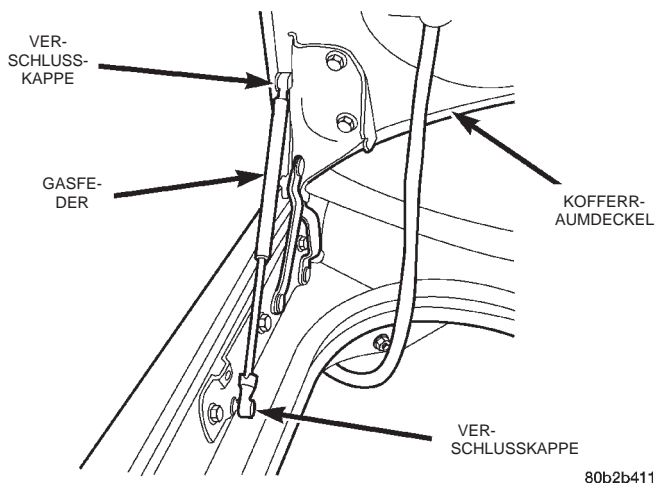

Abb. 18 Gasfeder/Kofferraumdeckel
- (1) Kofferraumdeckel öffnen.
- (2) Kofferraum mit einem geeigneten Hilfsmittel abstützen.
- (3) Die Verschlusskappen an jedem Ende der Gasfedern abnehmen (Abb. 18).
- (4) Gasfeder aus dem Fahrzeug nehmen.